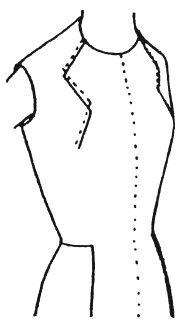
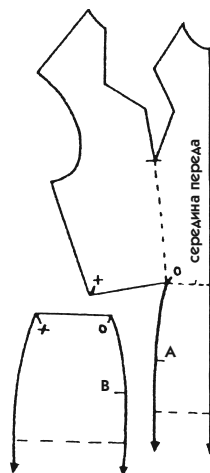

Рис. 528
Рис. 529
1. Для выполнения модели, представленной на рис. 528, в первую очередь подготовьте лекало лифа без юбки и сделайте перенос вытачек (на рис. 529 показан законченный результат этой работы).
На рис. 528 представлена вытачка груди в виде зигзага, чтобы продемонстрировать на ней отделочную строчку.
- Отделите переднюю часть и склейте ее с соответствующей частью лифа (рис. 529).